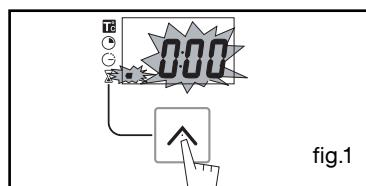

fig.1
- Prima a tecla “ \wedge ” (fig.1) até que o símbolo do temporizador pisque